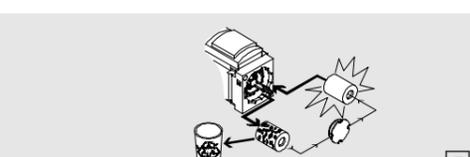

Bild 5/Fig. 5
6. Filterpatrone mit zugeetzten Poren tauschen (→ Bild 5). Neue Filterpatrone am unteren Ende